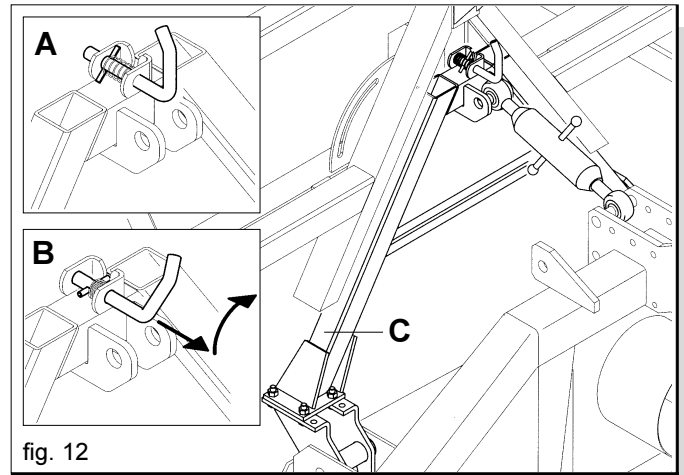

fig. 12
- 2) Lubrificare con grasso le guide (C Fig. 12) del triangolo per facilitare l'innesto, ed assicurarsi che il perno a molla sia posizionato come indicato in Figura 12 rif. B.
- 3) Avvicinarsi con il trattore alla seminatrice, agendo sul sollevatore, portare il triangolo di aggancio rapido sulla verticale del triangolo di accoppiamento della seminatrice (Fig. 12).
- 5) Sollevare l'attrezzatura finché le due parti sono perfettamente accoppiate lungo le guide del triangolo con l'inserimento del perno a molla (A Fig. 12).
- 2) A macchina sollevata inserire i puntelli di sostegno e predisporre il perno a molla (B Fig. 12) allo sgancio.